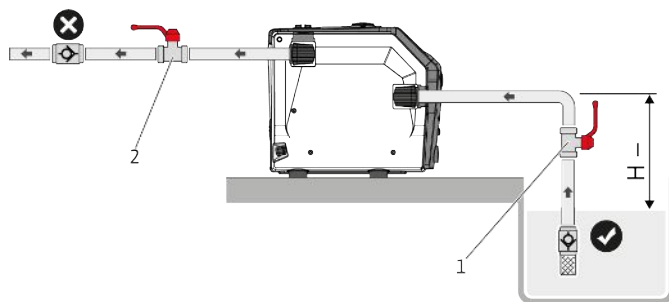
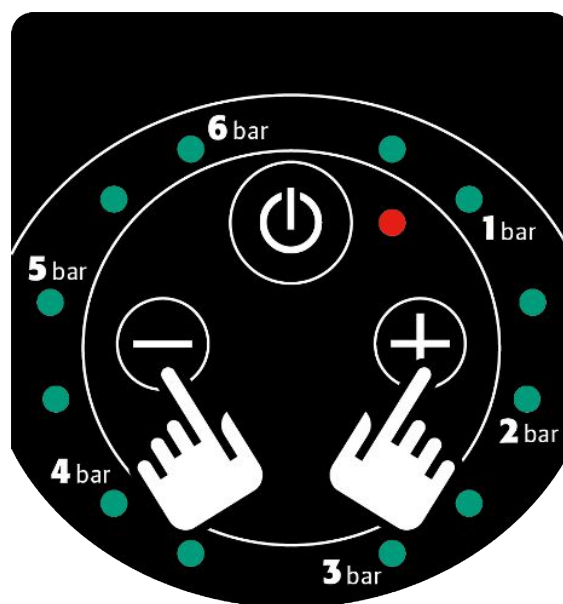

Fig. 7: Sacia prevádzka
Fig. 10: Ovládacie tlačidlo + a -
1. Ak je výrobok nainštalovaný v režime sania (Fig. 7), stlačte súčasne obe ovládacie tlačidlá „+“ a „-“ na 5 sekúnd (Fig. 10).
1. Zatvorte uzatvárací posúvač (Fig. 7 – pol. 1, 2) na sacej strane a strane výtlaku.